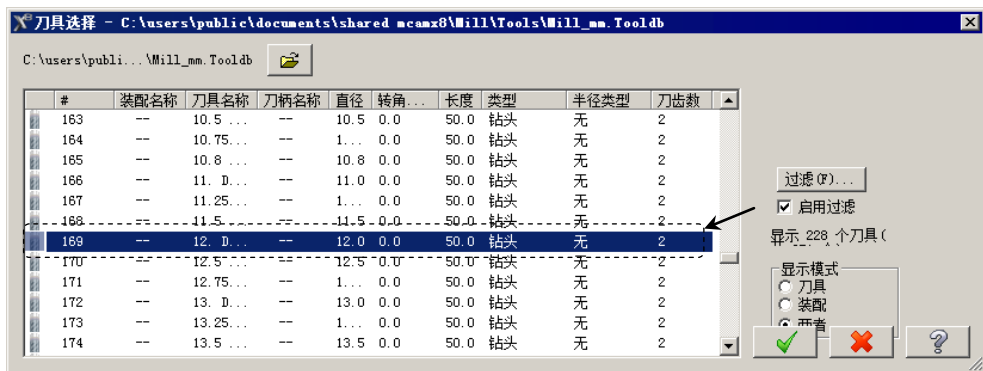

图 4.8.35 “刀具选择”对话框
(3) 确定刀具类型。在“2D 刀路-钻孔/全圆铣削 深孔钻-无啄孔”对话框的左侧节点列表中单击 **刀具** 节点，切换到刀具参数界面；单击 **过滤(F)...** 按钮，系统弹出“刀具列表过滤”对话框，单击 **刀具类型** 区域中的 **无(N)** 按钮后，在刀具类型按钮群中单击 (钻头) 按钮，单击 按钮，关闭“刀具列表过滤”对话框，系统返回至“2D 刀路-钻孔/全圆铣削 深孔钻-无啄孔”对话框。
(4) 选择刀具。单击 **选择库刀具...** 按钮，系统弹出图 4.8.35 所示的“刀具选择”对话框，在该对话框的列表框中选择图 4.8.35 所示的刀具。单击 按钮，关闭“刀具选择”对话框，系统返回至“2D 刀路-钻孔/全圆铣削 深孔钻-无啄孔”对话框。